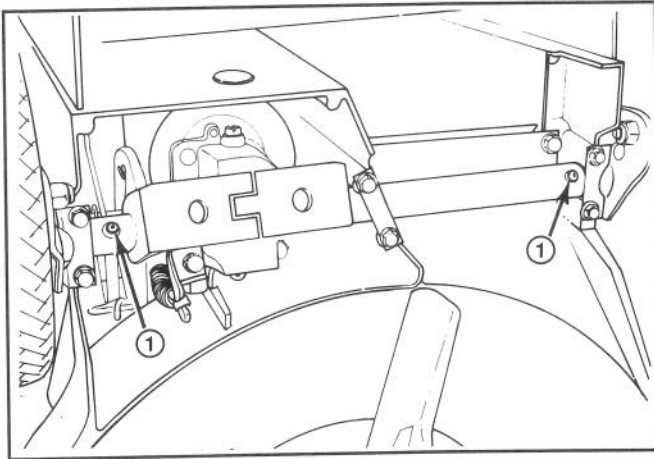

Abbildung 26
3. Den Mäher auf die höchste Schnitthöhe einstellen (E).
4. Den Mäher nach rechts kippen. Alle Schmiernippel mit einem Lappen sauberwischen (Abb. 26). Eine Fettresse ansetzen und in jeden Nippel zwei bis drei Hübe Mehrzweckfett #2 auf Lithiumbasis einpressen.